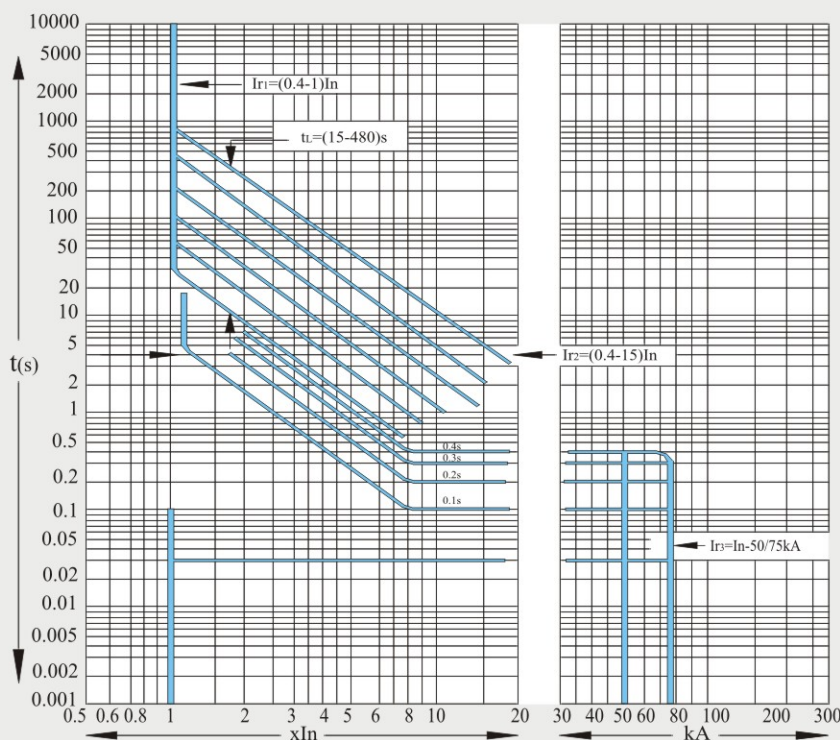
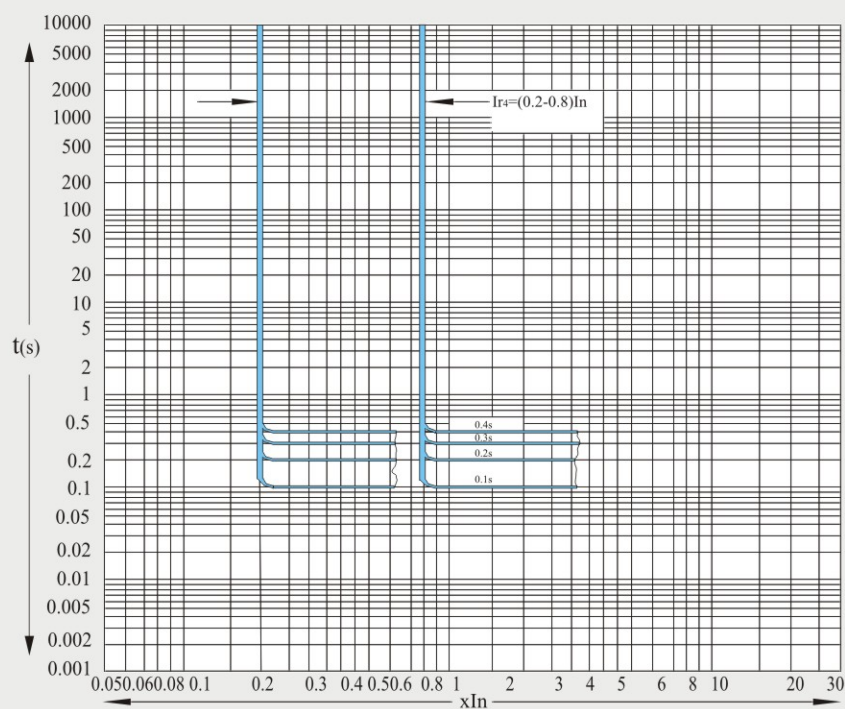

图1 过电流脱扣保护特性
图2 接地故障保护特性
4.4.1.4 过电流脱扣保护特性见图1，接地故障保护特性见图2